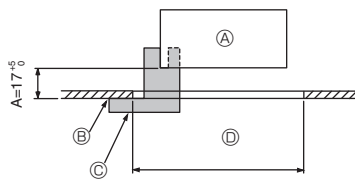
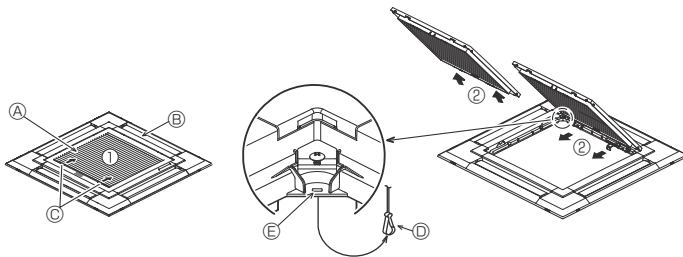

Fig. 9-2
Fig. 9-3
①	Rooster	1	950 x 950 (mm)
②	Meetplaatje voor installatie	1	(In 4 delen verdeeld)
③	Schroef (4 x 16)	1	voor PLP-6EAE, PLP-6EALME, PLP-6EALME
④	i-see sensor hoekpaneel	1	voor PLP-6EAE, PLP-6EALME, PLP-6EALME
⑤	Draadloze afstandsbediening	1	voor PLP-6EALM, PLP-6EALME
⑥	Houder voor afstandsbediening	1	Meegeleverd indien uitgerust met de draadloze afstandsbediening.
⑦	LR6 AA-batterijen	2	Meegeleverd indien uitgerust met de draadloze afstandsbediening.
⑧	3,5 x 16 mm zelftappende schroeven	2	Meegeleverd indien uitgerust met de draadloze afstandsbediening.
9.2. Voorbereidingen om het rooster vast te maken (Fig. 9-2)
- Met het in deze set meegeleverde meetapparaat ② regelt en controleert u de relatieve positie van het hoofdapparaat ten opzichte van het plafondoppervlak. Als het hoofdapparaat niet goed is gepositioneerd ten opzichte van het plafondoppervlak, kan er lucht lekkage of condensatie ontstaan.
- C Meetplaatje voor installatie ② (geplaatst in het hoofdapparaat)
9.2.1. Verwijderen van de gril van de inlaatopening (Fig. 9-3)
- Schuif de hendels in de richting die wordt aangegeven door de pijl ① om de gril van de inlaatopening te openen.
- Verwijder nu het scharnier van de gril van de inlaatopening zoals aangegeven door de pijl ②, terwijl de gril in de geopende positie staat.
[Fig.9-3] [Fig.9-4]